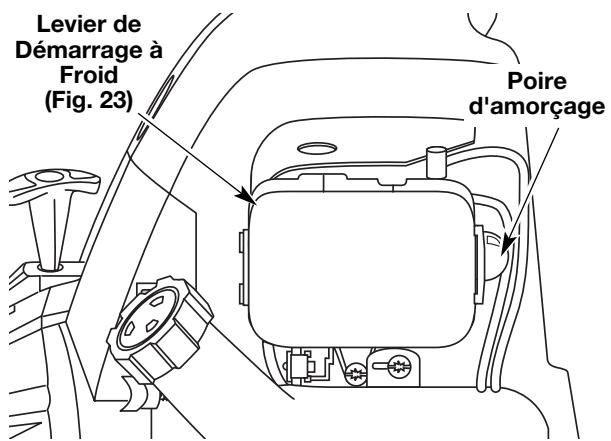

Fig. 21
3. Pressez et relâchez la poire d'amorçage à 10 reprises, lentement. Une certaine quantité de carburant devrait être visible dans la poire d'amorçage et les conduites de carburant (Fig. 21). Si vous n'apercevez pas de carburant dans la poire, pressez et relâchez la poire autant de fois que nécessaire jusqu'à ce que vous aperceviez du carburant dans cette dernière.